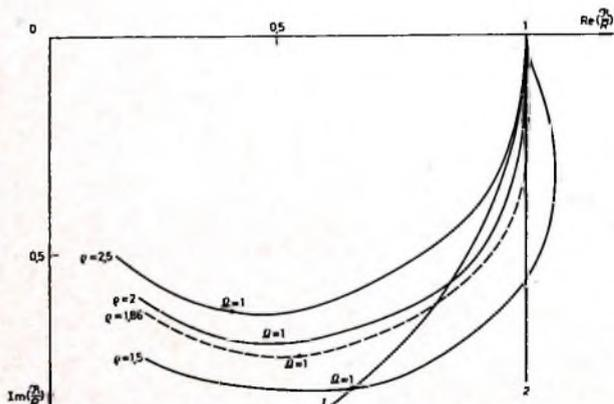
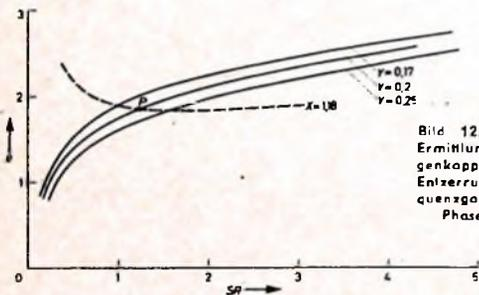

Bild 11. Ortskurven der Katodenkombination
Bild 12. Grafische Ermittlung der Gegenkopplung zur Entzerrung des Frequenzganges und des Phasenganges
Die Ortskurve dieser Gleichung, die im Bild 11 dargestellt ist (dabei ist  $\rho$  Parameter), muß nun folgende Bedingungen erfüllen, damit der Amplitudengang von  $|\mathfrak{R}_k|$  den geforderten Verlauf hat: Der Fall
entspricht dem Kreisbogen 1 im Bild 11.  $\mathfrak{R}_k$  soll aber erst bei größten Werten von  $\Omega$  innerhalb des Bogens 1 verlaufen. Weiterhin darf  $\mathfrak{R}_k$  die Gerade 2
nicht schneiden, damit ein stetiger Anstieg von  $|\mathfrak{R}_k|$  gewährleistet ist, denn zu  $\mathfrak{R}_k/R$  wird nach Gl. (81) noch der Wert von  $1/(SR)$  addiert, was einer Nullpunktverschiebung im Bild 11 entspricht.  $\mathfrak{R}_k/R$  muß für frequenzunabhängiges  $A_3$  im dem Raum zwischen 1 und 2 verlaufen. Die Bedingung nach Gl. (99) bedeutet
Allerdings stellt in der Praxis eine kleine Abweichung von Gl. (100) nur eine sehr kleine Verstärkungsminderung bei  $\Omega < 1$  dar. Es ist also erlaubt,  $\rho$  etwas kleiner als 2 zu wählen. Die Bedingung wird durch die Kurve  $\rho = 2$  im Bild 11 erfüllt.
Beide Gleichungen sind im Bild 12 ausgewertet. Der Schnittpunkt  $P$  der beiden Kurven liefert die Werte
Die Änderung von  $P$  bei anderer Phasenlaufzeitverzerrung ist ebenfalls aus Bild 12 ersichtlich. Dabei ändert sich die Kreisdämpfung  $\varrho$  kaum, nur die Gegenkopplung muß geändert werden. Hierbei sieht man, daß eine zu große Laufzeitverzerrung eine verhältnismäßig große Verstärkungsminderung zur Folge hat. Im Bild 11 ist die Ortskurve mit  $\varrho = 1,86$  ebenfalls eingetragen. Sie weicht aber nur wenig von den Bedingungen Gl. (98), Gl. (99) und Gl. (100) ab.